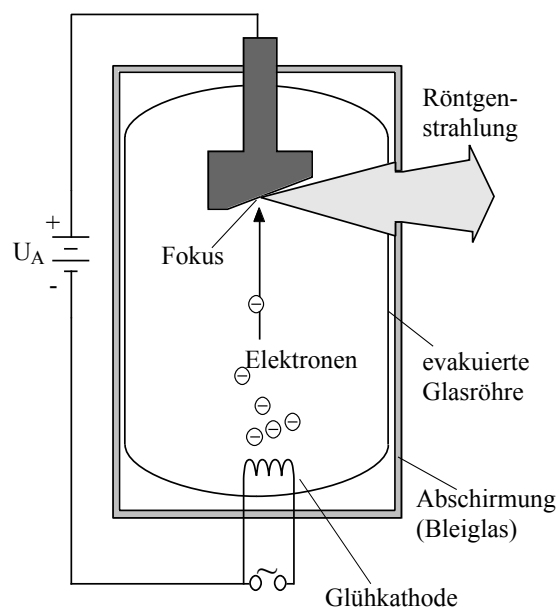

Abbildung 5.3.1: Aufbau einer Röntgenröhre.
Der Frequenz- bzw. Energiebereich von Röntgenstrahlen liegt im Spektrum der elektromagnetischen Strahlung oberhalb jenes des sichtbaren Lichtes und der ultravioletten Strahlung. Aufgrund dieser hohen Energie können sie nicht thermisch, wie z.B. in Glühlampen, erzeugt werden. Ein relativ einfacher Aufbau, wie er in der Regel in der medizinischen Diagnostik verwendet wird, ist die Röntgenröhre, wie Sie sie auch im Versuch verwendet haben. Abb. 5.3.1 zeigt schematisch den Aufbau einer Röntgenröhre.
Die Stelle der Anode, an der die Elektronen auftreffen und die Energieumsetzung stattfindet, wird als (Röntgen-) Fokus bezeichnet (vgl. Abb. 5.3.1). Er sollte aus geometrischen Gründen (vgl. Kapitel 5.3.3) möglichst klein sein, wird jedoch gerade dann durch die erzeugte Wärme sehr stark aufgeheizt. Um das Schmelzen der Anode im Röntgenfokus zu vermeiden, muss die Wärme durch Kühlung abgeführt werden. Das ist insbesondere bei Röntgenröhren für den medizinischen Einsatz notwendig, in denen wegen der teilweise hohen Anodenspannungen (30 kV bis 150 kV) erheblich mehr Wärme frei wird.
- Die **Intensität** der Röntgenstrahlung wird durch die Energie und durch die **Anzahl** der pro Zeiteinheit erzeugten Photonen bestimmt. Während die **Energie** der Photonen **nur** von der Anodenspannung abhängt, ist deren **Anzahl** von Emissionsstrom und Anodenspannung abhängig: Der Emissionsstrom, der zwischen Kathode und Anode fließt (vgl. Abb. 5.3.1), gibt an, wie viel Ladung pro Zeit dort transportiert wird. Je grösser der Emissionsstrom ist, desto